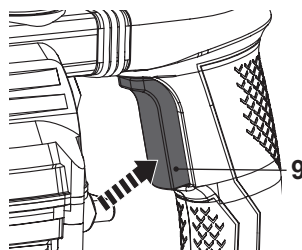

Fig. 6
- > Appuyer sur l'interrupteur Marche/Arrêt (9) pour allumer le produit (fig. 6).
- > Relâcher l'interrupteur Marche/Arrêt (9) pour éteindre le produit.